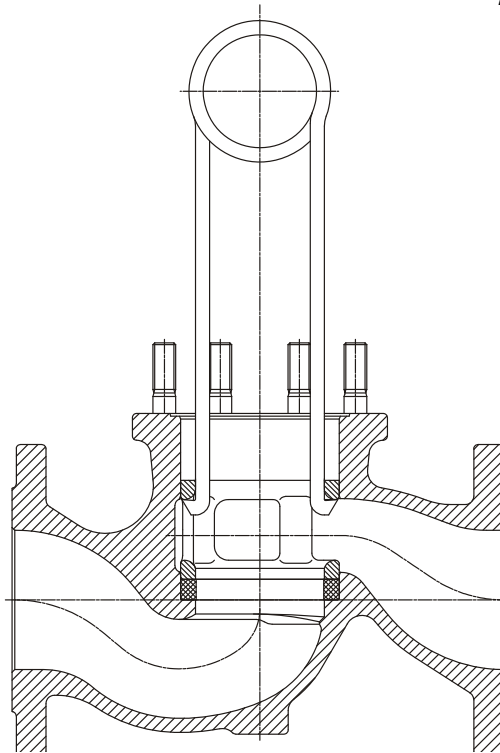

Bild 4
- *Laterne (Pos.5) mittels Laternenzieher ausbauen (siehe Seite 10 Bild 4)*